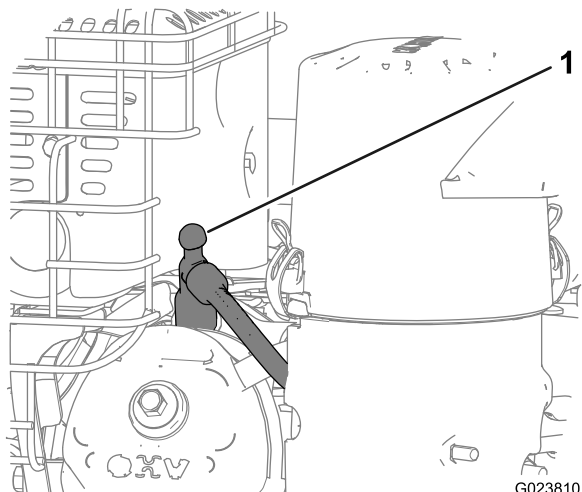

Figura 19
3. Desconecte el cable de la bujía, y mantenga el cable alejado de la bujía para evitar un arranque accidental (Figura 19).